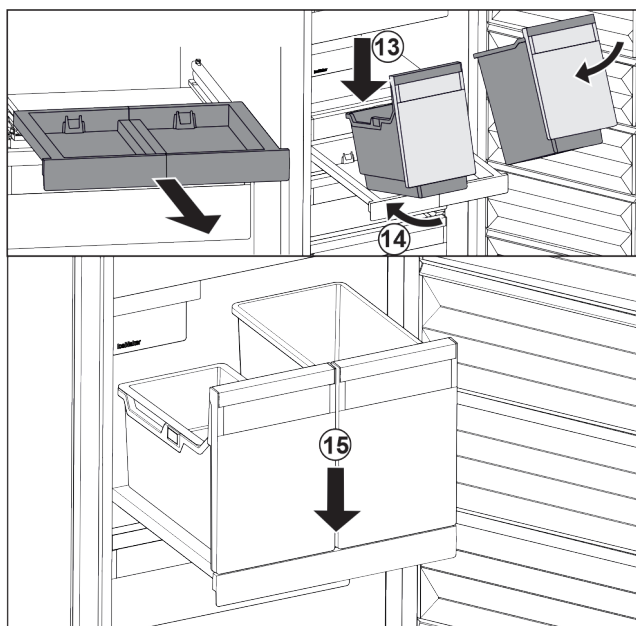

Fig. 105
- ▶ Nasadte nádobu šikmo na vysouvací desku. Fig. 105 (13)
- ▶ Zasuňte nádobu šikmo dozadu. Fig. 105 (14)
- ▶ Usadte vpředu nádobu. Fig. 105 (15)